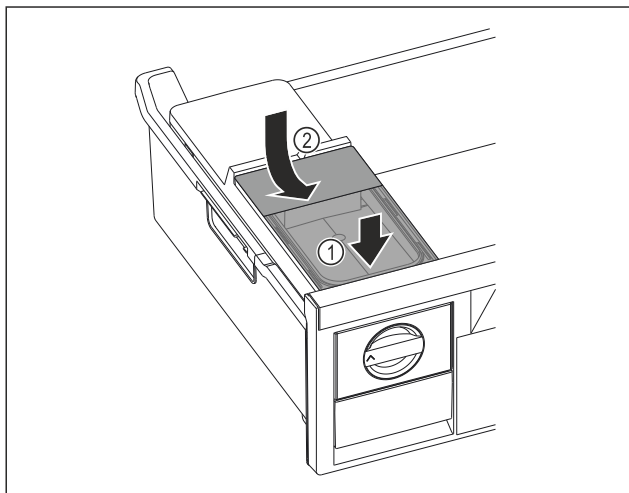

Fig. 104
- Postavite spremnik za vodu sprijeda. Fig. 104 (1)
- Spustite spremnik za vodu straga. Fig. 104 (2)